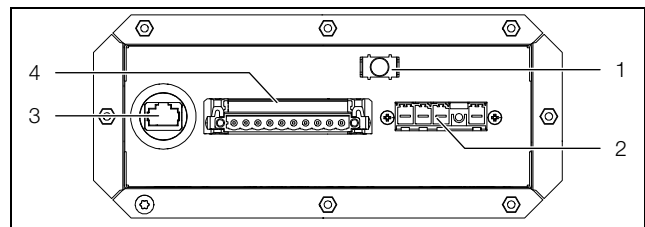

Fig. 33 : boîtier de connexion
- Dans le boîtier de connexion, le blindage du câble peut être mis en contact avec la borne de mise à la terre du coffret (fig. 33, pos. 1).